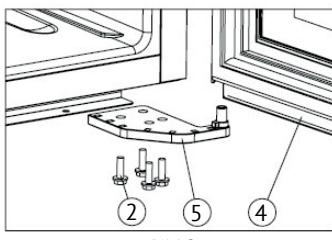

Bild 2
☞ Nachdem Sie die M5*16-Schrauben (2) gelöst haben, entfernen Sie das untere rechte Scharnier (5) (Bild 2).